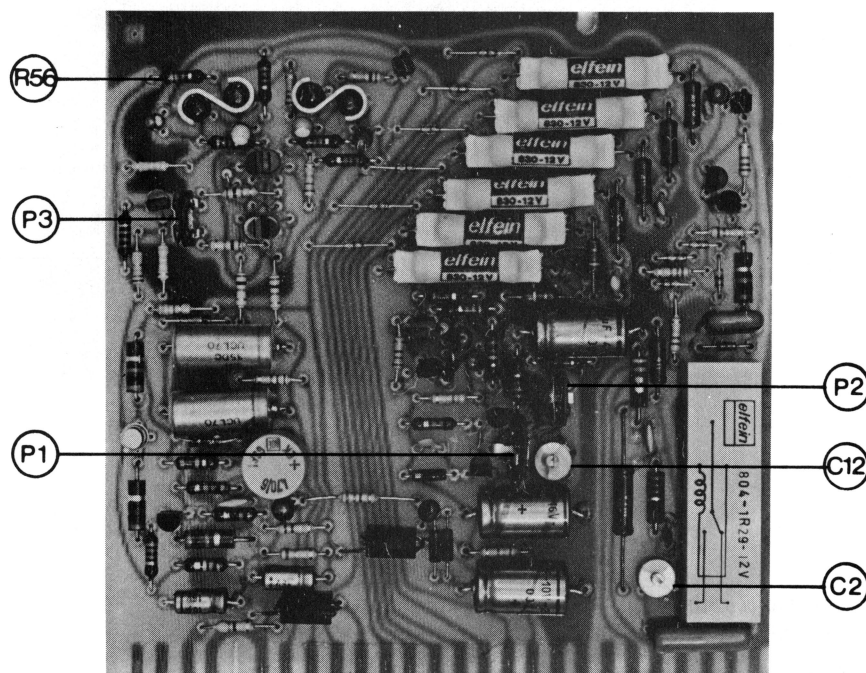

Fig. 7. Justering af følsomhed og frekvensgang
4. En 1KHz-sinusspænding på 100mV (kontrolleres med digitalvoltmeteret) tilsluttes indgangsklemmerne. Drejespoleinstrumentet justeres til fuldt udslag (»0dB» på dB-skalaen) med potentiometeret P1, fig. 7.
5. Spændingen over R56, fig. 7, måles med digetalvoltmeteret og justeres til 9,35V med potentiometeret P3.